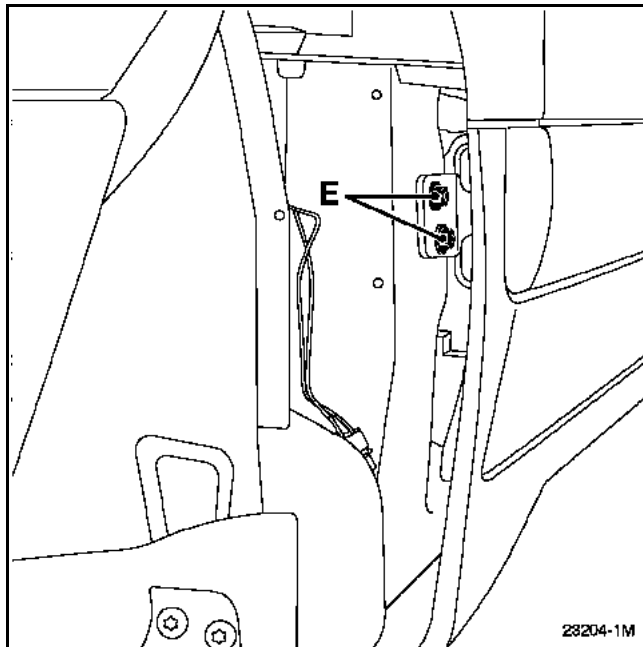

Рис. 3
- Через колесную арку отпустите на два оборота две гайки (**E**) (**рис. 3**) нижней петли.